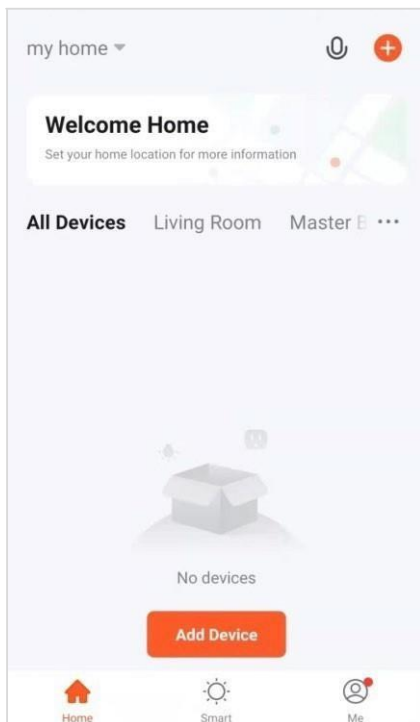
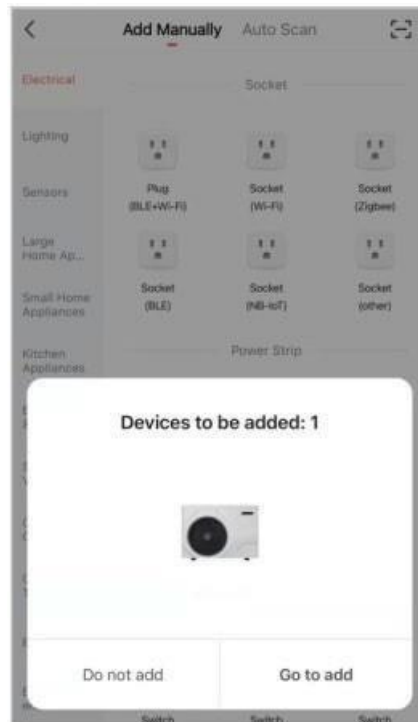
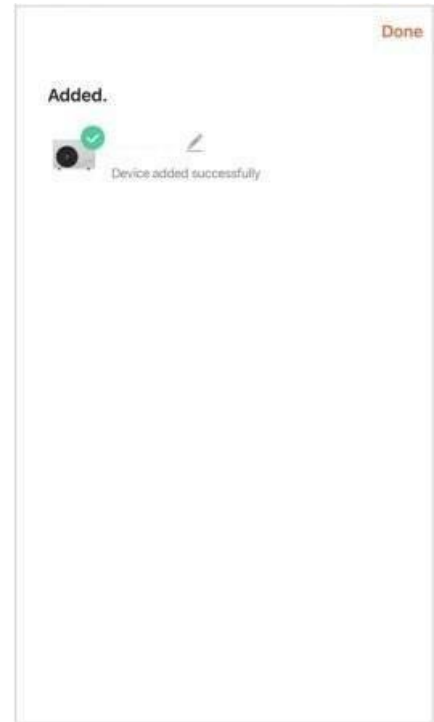

Abb. 10.2
Abb. 10.3
Abb. 10.4
1.4 Öffnen Sie die APP Sime, klicken Sie auf **Gerät hinzufügen** (Abb.10.2), um das Gerät automatisch zu scannen. Drücken Sie auf **Hinzufügen** (Abb. 10.3), nachdem das Gerät gefunden wurde. Drücken Sie zum Schluss auf **Ausgeführt** (Abb. 10.4), um die Verbindung herzustellen.